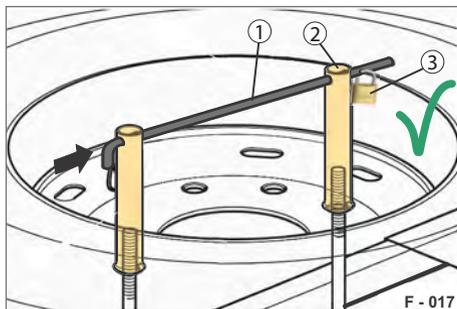

Abb. 31 Reserverad gesichert
- ▶ Schrauben Sie die Rohrmuttern (Abb. 31/2) auf die Hakenschrauben.
- ▶ Drehen Sie beide Rohrmuttern (Abb. 31/2) handfest an.
- ▶ Ziehen Sie die Rohrmutter mit dem Querstab (Abb. 31/1) als Hebel (mindestens 5 Umdrehungen) fest.
- ▶ Stecken Sie den Querstab (Abb. 31/1) durch beide Rohrmuttern (Abb. 31/2).
- ▶ Bringen Sie das Vorhängeschloss (Abb. 31/3) an.